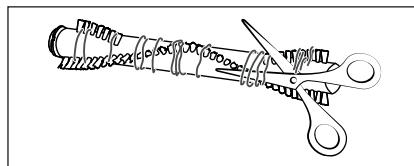

Fig. 26
- 4) Coupez les fils et les cheveux le long des poils du rouleau brosse ⑩ à l'aide de ciseaux (voir fig. 26). Refiez les fils et les cheveux du rouleau de la brosse ⑩.